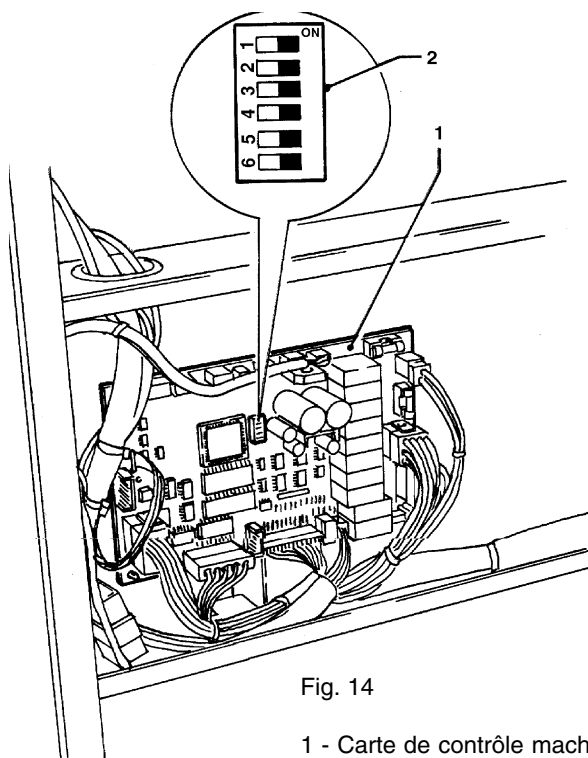

Fig. 14
- placer le minirupteur 6 de la carte de contrôle machine (voir fig. 14) sur position ON.